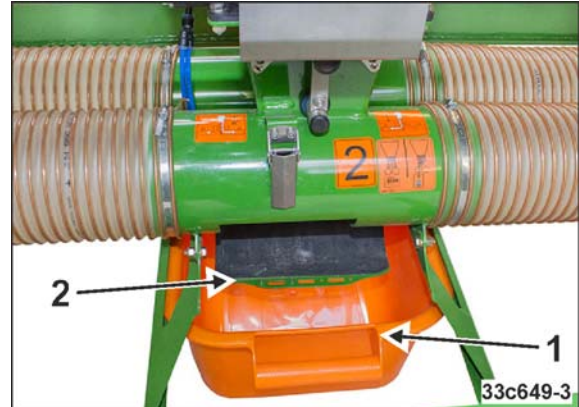

Fig. 156
4. Je eine Abdrehtwanne (Fig. 156/1) in die Halterung unter jeden Dosierer schieben.
5. Die Spannhaken lösen und die Klappen der linken Förderstrecke öffnen (Fig. 156/2).